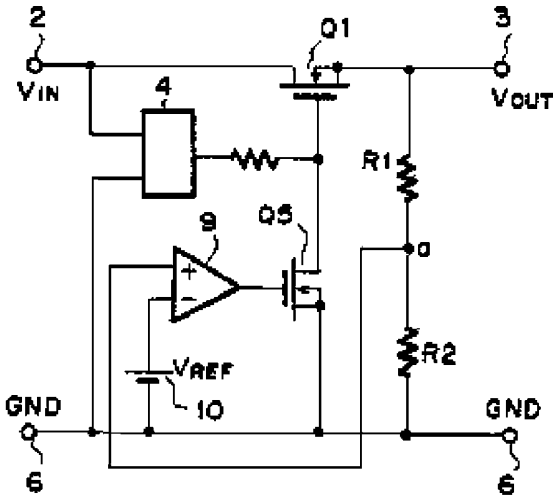

рис.4
**Источник питания с контролем обратного тока** описан в патенте Японии 4162111 (1993 г.). На **рис.4**, слева, показано расположение клемм